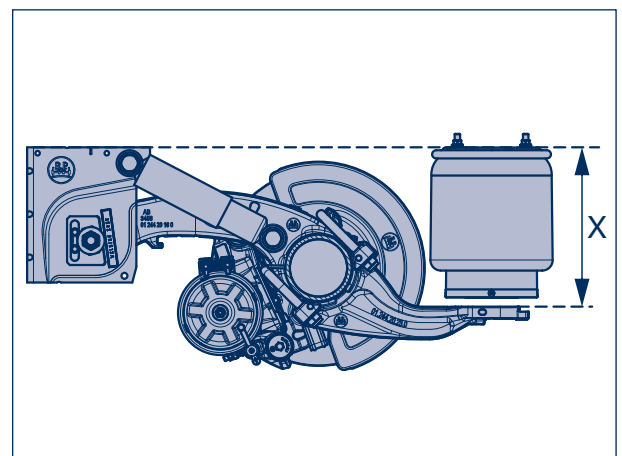

Bild 12
- [19] Das Abstandsmaß X (Bild 12) messen. Dieses muss mit dem festgehaltenen Wert aus Arbeitsschritt [2] übereinstimmen. Toleranz +/- 1 mm.